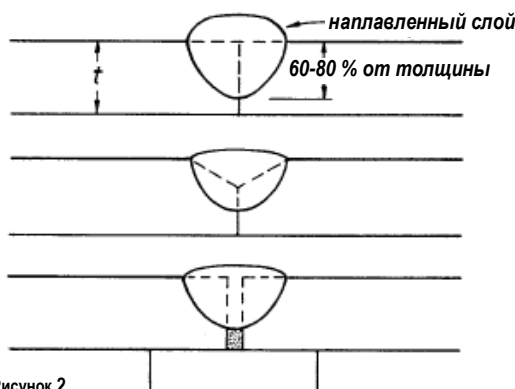

Рисунок 2
- G. Предел прочности металла сварного шва с наплавлением Cr-Mo существенно уменьшается при температуре снятия структурных напряжений в металле шва менее 1150° Ф. Смотрите Рисунок 2.